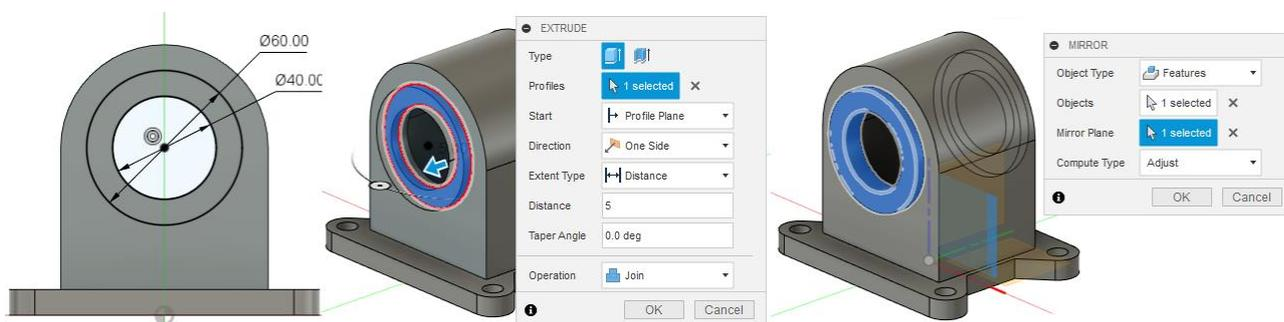

Рис.8.5. Ескіз 4, його витягування та віддзеркалення на тильну сторону
4. Створимо круглу бобишку на фронтальній стороні деталі. Та відзеркалено її на тильну сторону (рис. 8.5)